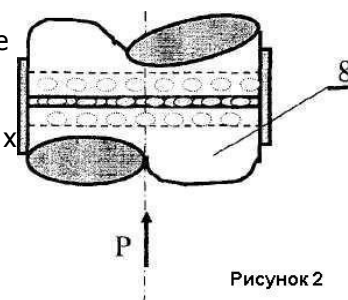

Рисунок 2
2) Зерно сжимается до давления  $P = 31,2 \text{ кг/см}^2$ , которое обеспечивает герметизацию тепловых зазоров камеры пластичной массой зерна, что необходимо для удержания пара внутри камеры. Давление может быть и меньшим, что зависит от качества и влажности зерна и подбирается эмпирически в процессе наладки станка. Зерно сжимается в лепешку толщиной менее 1 мм и под воздействием тепловой энергии верхних и нижних головок внутренняя влага зерна за 5-9 секунд превращается в пар (Рис.2).